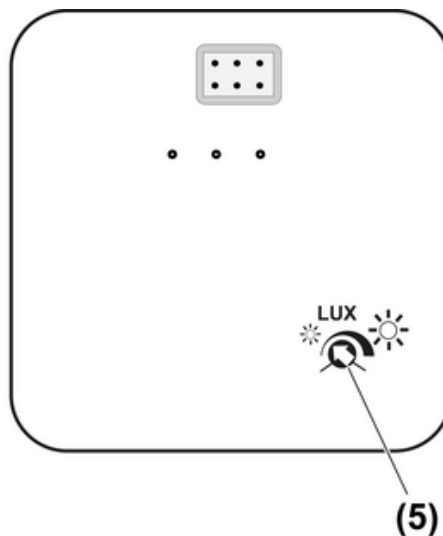

Bild 2: Aufsatz-Rückseite: Einsteller für Helligkeitsschwellwert
Mit dem Einsteller (5) auf der Aufsatz-Rückseite (Bild 2) lässt sich der Helligkeitsschwellwert in einem Bereich von ca. 5.000 Lux "kleine Sonne" bis ca. 80.000 Lux "große Sonne" einstellen. Werksseitig steht der Einsteller auf etwa 15.000 Lux.